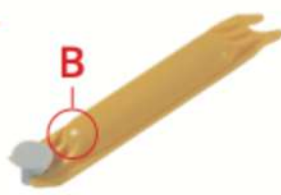

Fig. 17
2. Folosiți capătul B al uneltei pentru a scoate fixorul butonului lung (Fig. 17).